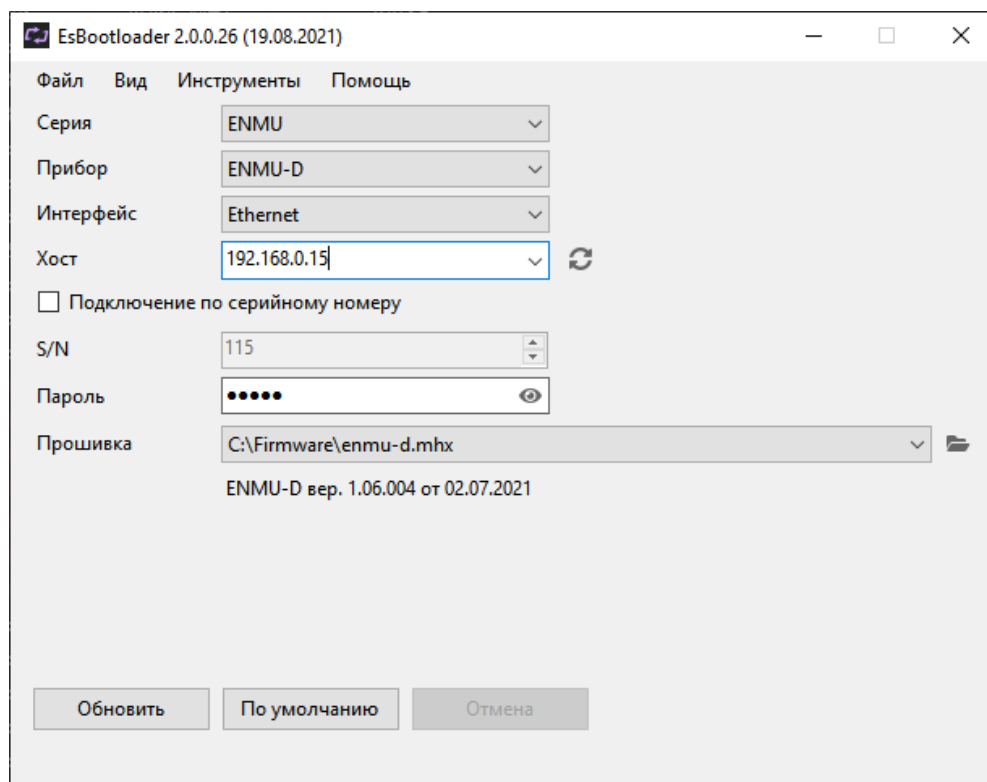

Рисунок 5.2. Обновление прошивки платы с дискретными входами и выходами на ENMU
- Блок ENMU-D – (опциональный) для ввода и вывода дискретных сигналов, а также для связи с шиной станции. Схема интерфейсов блока приведена на рис. 5.2.